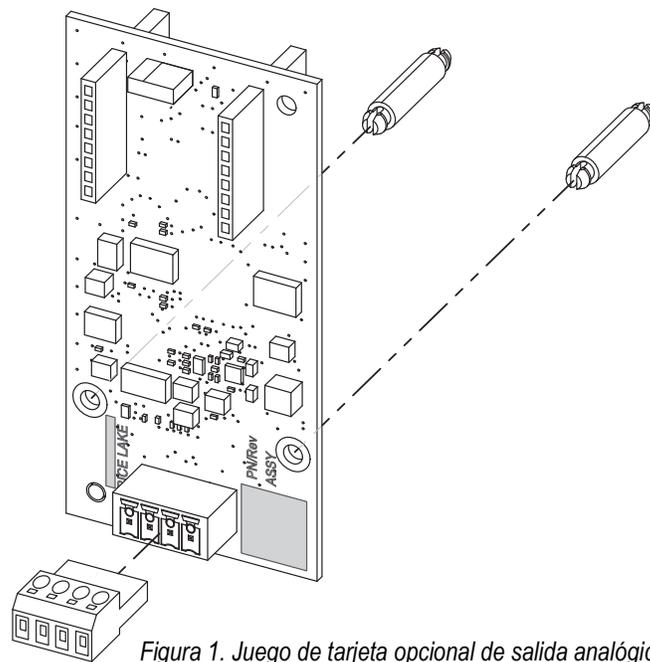

Figura 1. Juego de tarjeta opcional de salida analógica
3. Conecte los dos separadores a la placa de la tarjeta opcional como se muestra en la Figura 1 de la página anterior.